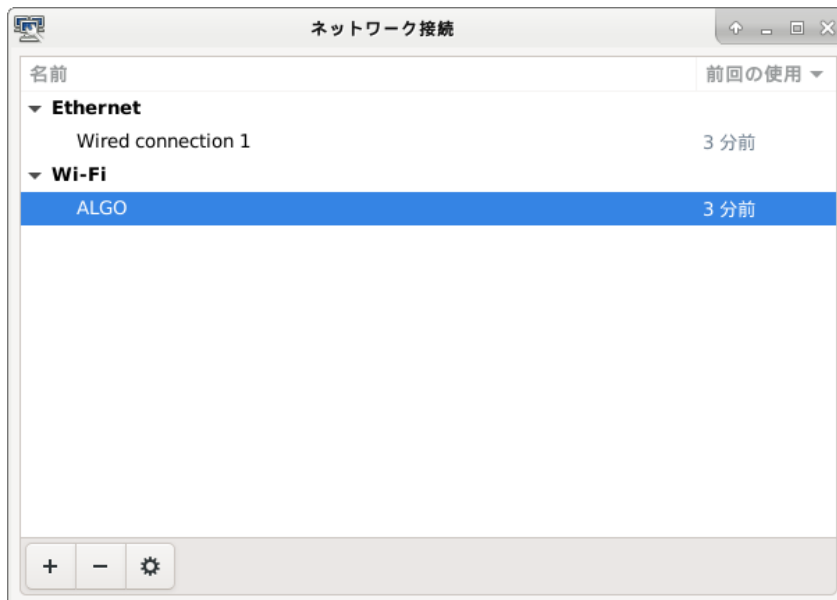

図 2-5-5. ネットワーク設定画面
- ② 図 2-5-5 のようなネットワーク設定画面が起動し、アクセスポイントの一覧が表示されます。